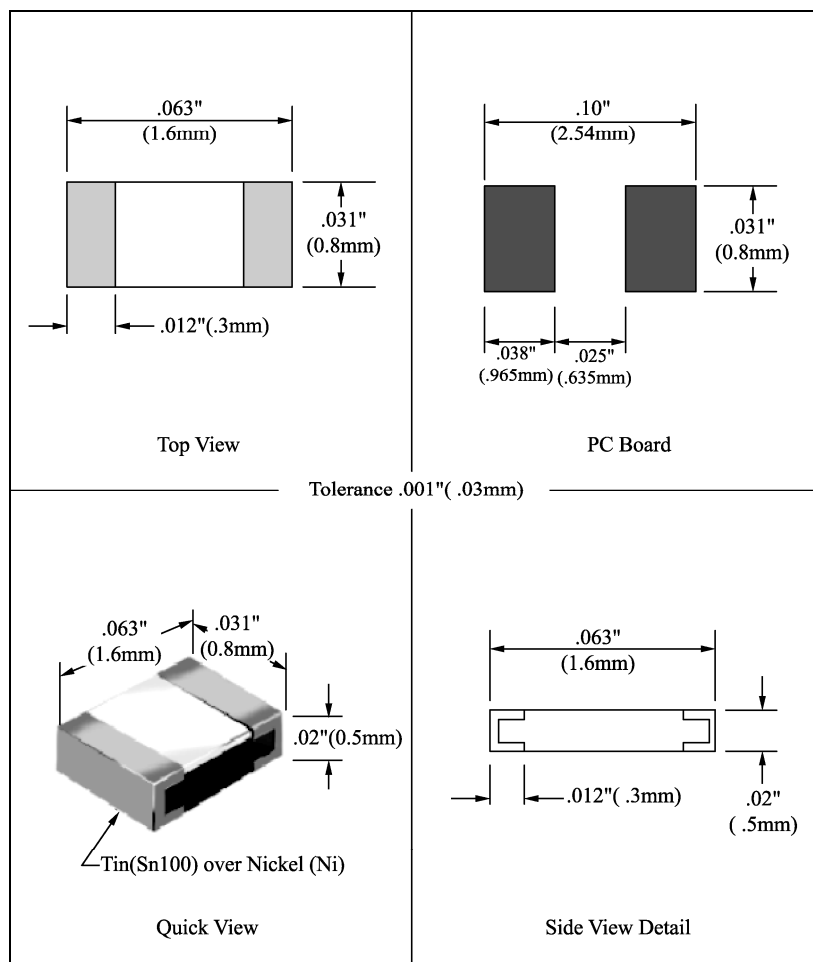

图 3-73 0603R 封装尺寸
(3) 选择 Extruded (挤压型), 并按照 0603R 的封装尺寸输入参数, 如图 3-73 所示。